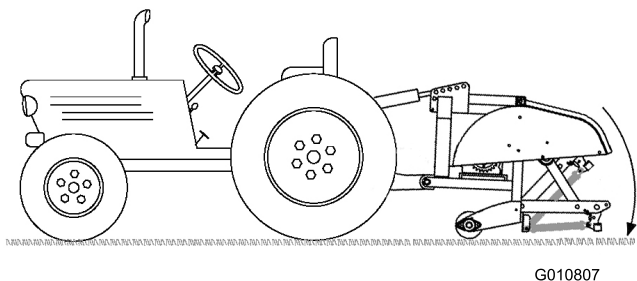

Figure 13
4. Abaissez l'aérateur au sol et déployez complètement le vérin du bras de liaison hydraulique supérieur ou la bielle supérieure (Figure 13).